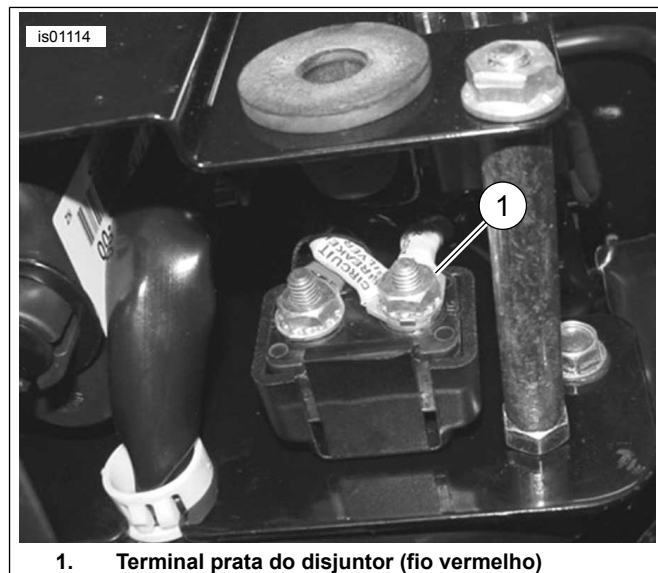

Figura 16. Conexões Dyna (modelos anos 2003 e anteriores), vista inferior com a tampa lateral esquerda removida
1. Veja Figura 16. Oriente o fio vermelho do chicote de fios da manopla aquecida pelo topo do quadro sob o assento até o disjuntor no lado interno da tampa lateral elétrica.